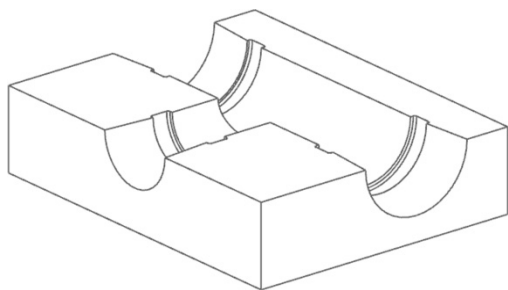

图 6-33 设定第 7 层为工作图层，只显示型芯
(56) 选取“菜单 | 格式 | 图层设置”命令，显示其他图层。
(57) 选取“菜单 | 插入 | 组合 | 减去”按钮 ，以型芯零件为目标体，3 个旋转体为工具体，在【求差】对话框中勾选“☒保存工具”复选框，单击“确定”按钮，修整型芯。
(58) 选取“菜单 | 格式 | 图层设置”命令，设定第 7 层为工作图层，并关闭其他图层，只显示型芯，如图 6-33 所示。